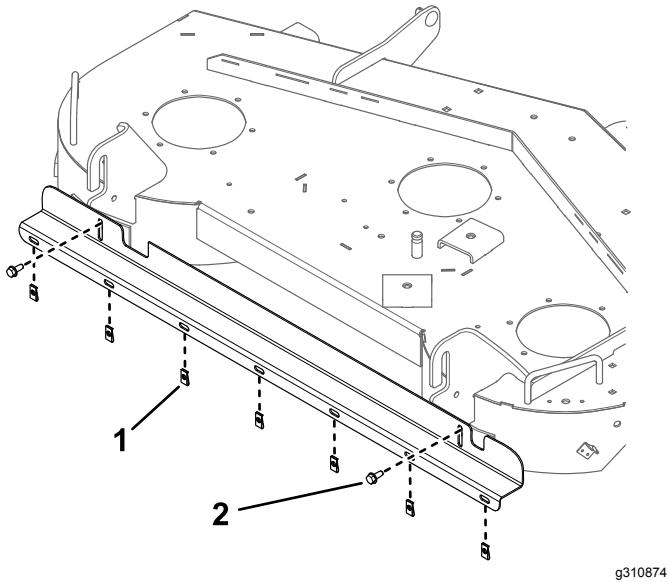

Figura 4
4. Montate la staffa nei fori utilizzando 2 bulloni autofilettanti (Figura 4).
1. Piastrina per vite autofilettante (7)	2. Bullone autofilettante (2)
5. Applicate le 7 piastrine per viti autofilettanti sui fori praticati nella staffa (Figura 4).